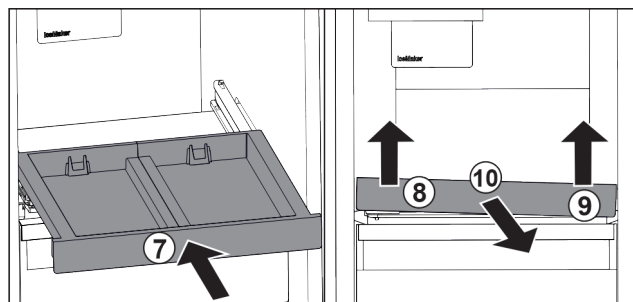

Fig. 102
- Wsun3c wyszwan3 p3tk3. Fig. 102 (7)
- Unie3c wyszwan3 p3tk3 z przodu po lewej. Fig. 102 (8)
- Unie3c wyszwan3 p3tk3 z przodu po prawej. Fig. 102 (9)
- Wyj3c wyszwan3 p3tk3 do przodu. Fig. 102 (10)